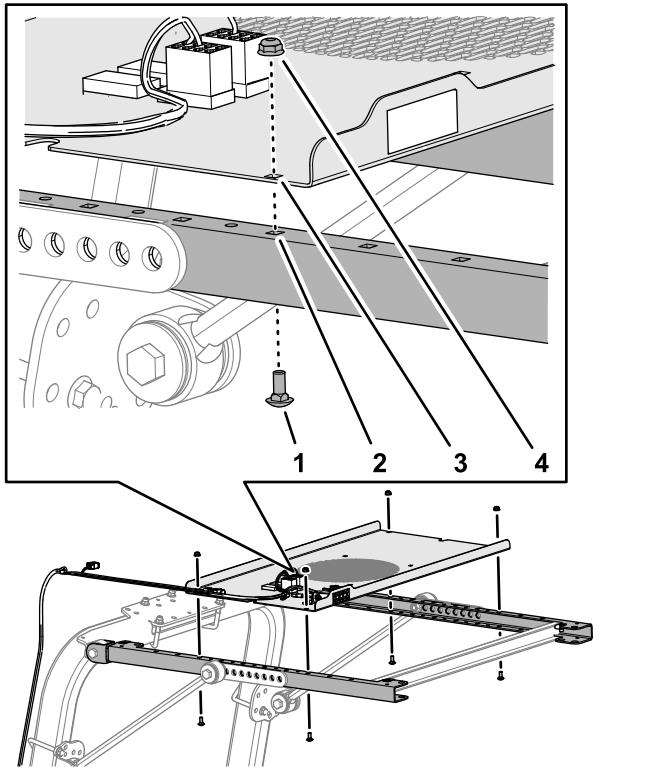

Figure 6
1. Alignez les trous carrés du panneau de commande et les trous carrés des 2 profilés latéraux du cadre du pare-soleil, comme montré à la Figure 6.
2. Fixez le panneau de commande sur les profils latéraux du cadre (Figure 6) à l'aide des 4 boulons de carrosserie et des 4 écrous.